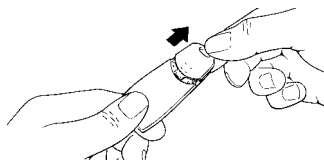

Abb. 15
- 1 Den Boden des Senders durch Ziehen entfernen (Abb. 15)